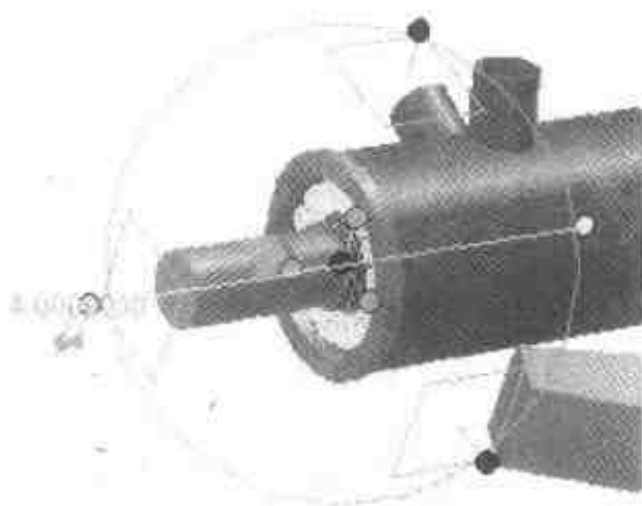

图 3.10 向右移动滚珠
- (4) 单击水平方向的手柄, 将滚珠沿中轴杆的轴线方向, 向右移动 4 毫米, 结果如图 3.10 所示。